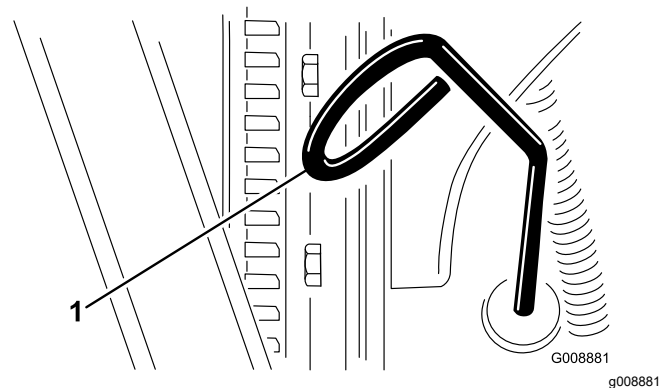

Bild 28
2. Nehmen Sie den Peilstab (**Bild 28**) heraus und wischen Sie ihn mit einem sauberen Lappen ab.